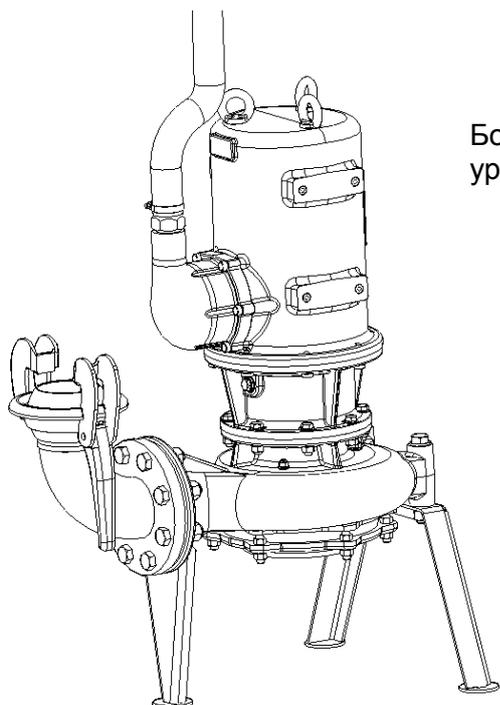

Рис. 6
- Установить погружной насос в вертикальное положение (см. рис. 6).